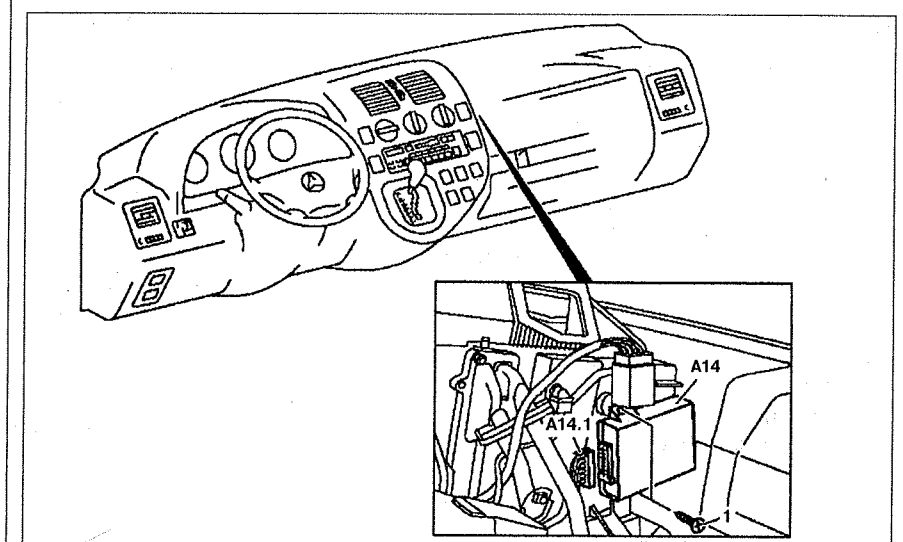

Рис. 10.14. Блок управления кондиционером: **1**. Болт, **A14**. Блок управления кондиционером, **A14.1**. Разъем проводки блока управления.
2. Отсоедините разъем проводки **A14.1** от блока управления (см.рис.10.14).